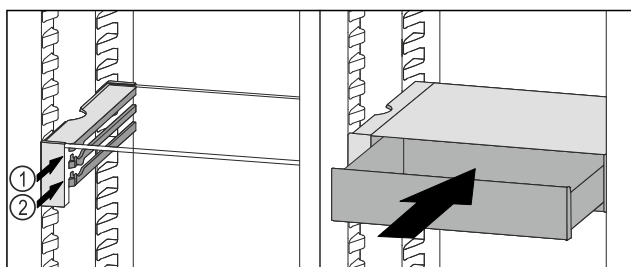

Fig. 80
- Założyć szufladę VarioSafe za stoperami na wybranych żebrach Fig. 80 (1) lub Fig. 80 (2).